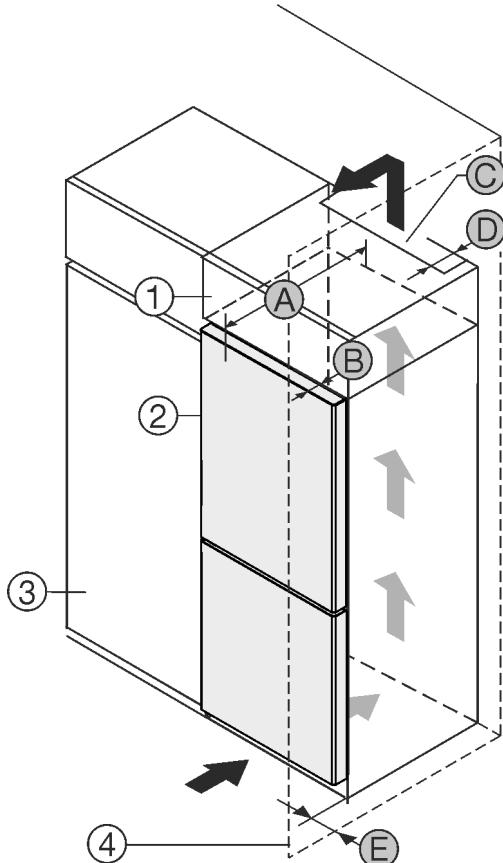

Fig. 1
Вы можете установить устройство непосредственно рядом с кухонным шкафом Fig. 1 (3).*
На задней стенке дополнительного шкафчика должен быть вентиляционный канал с глубиной Fig. 1 (D) по всей ширине этого шкафа.*
Нужно соблюдать вентиляционное отверстие Fig. 1 (C) под нижней панелью.*
Если устройство устанавливается на шарницах у стены Fig. 1 (4), то расстояние между устройством и стеной должно быть не менее 13 мм.*
Если устройство устанавливается на шарницах у стены Fig. 1 (4), то расстояние между устройством и стеной должно быть не менее 20 мм.*
Чтобы можно было полностью открыть дверь, устройство должно выступать на глубину двери Fig. 1 (B) относительно передней стенки кухонного шкафа. В зависимости от глубины кухонных шкафов Fig. 1 (3) и использования пристенных распорок устройство может выступать и больше.*